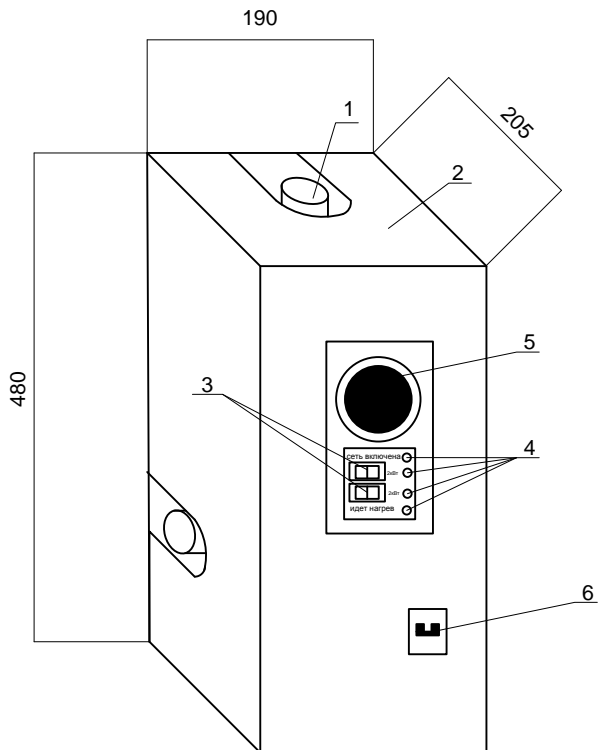

Рис. 1 Внешний вид электрокотла «Classic Star».
3.1. Водонагреватель электрический «Classic Star» состоит из колбы водонагревателя **1**, защитного кожуха **2**, автоматического выключателя подачи электропитания котла **6**, датчика регулятора температуры по теплоносителю **5** (Imit), клавиш включения электрических ТЭНов **3** и светоиндикации **4** (см. рис.1). Габаритные размеры электроводонагревателя не более 170x185x450 мм. Дополнительно может устанавливаться регулятор температуры по воздуху, датчик протока (в комплект поставки не входят).
Электронагреватель 1 (рис.1) и датчик температуры по воздуху следует устанавливать в местах, удобных для наблюдения и обслуживания.
необходимо клавиши включения электрических ТЭНов **3** (рис.1) установить в положение «0» и выключить автоматический выключатель QF1.